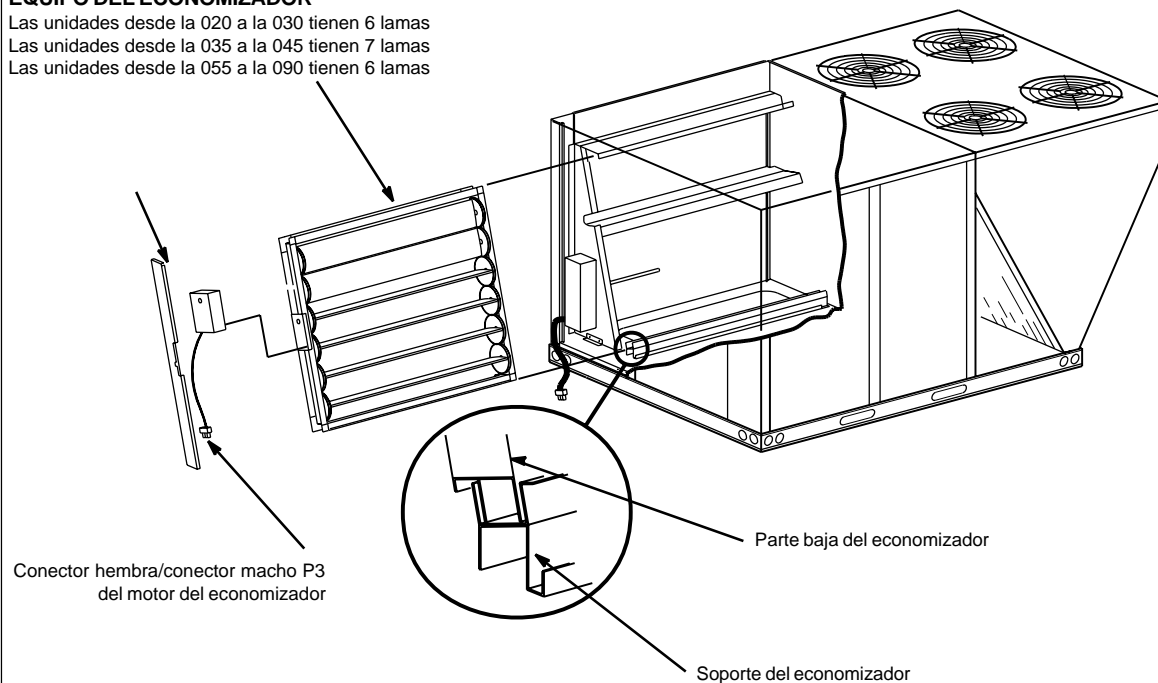

Figura 51
3. Alinee la parte inferior del economizador con el soporte y deslice el economizador en la unidad. Vea la figura 51.